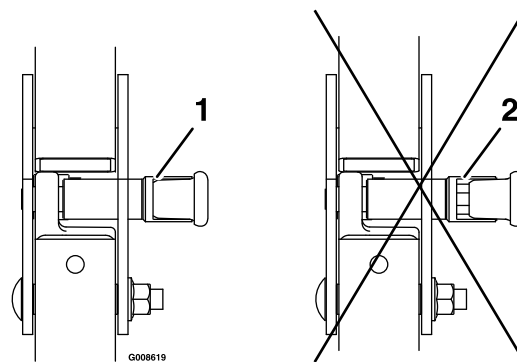

Рисунок 9
1. Підніміть трубчастий каркас в робоче положення і повертайте руків'я до тих пір, поки вони частково не увійдуть в пази (Рисунок 9).
2. Підніміть трубчастий каркас в повністю вертикальне положення, одночасно натискаючи на верхню частину трубчастого каркасу, щоб штифти зайняли своє положення, коли отвори будуть на одному рівні зі штифтами (Рисунок 9).
3. Натисніть на трубчастий каркас і переконайтеся, що обидва штифта зафіксовані (Рисунок 9).